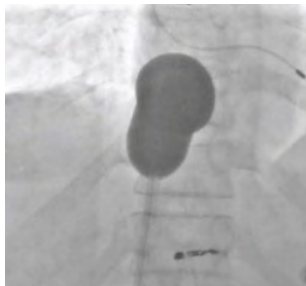

Figura 26
- (d) Con il palloncino caudale ancora sgonfio, retrarre lentamente il catetere Isofuse® fino a portare il palloncino cefalico in corrispondenza della giunzione tra l'atrio destro e la vena cava inferiore. Se necessario, gonfiare ancora il palloncino cefalico fino a far risultare la rientranza dello iato diaframmatico visibile sul suo margine inferiore (il palloncino assumerà una forma a ghianda; vedere la Figura 26). Non gonfiare i palloncini oltre il volume richiesto per ottenere una tenuta stagna adeguata. Non far avanzare o ritrarre in alcun caso il catetere Isofuse® quando entrambi i palloncini sono gonfi. Se si incontra resistenza durante la manipolazione, determinarne la causa prima di procedere.